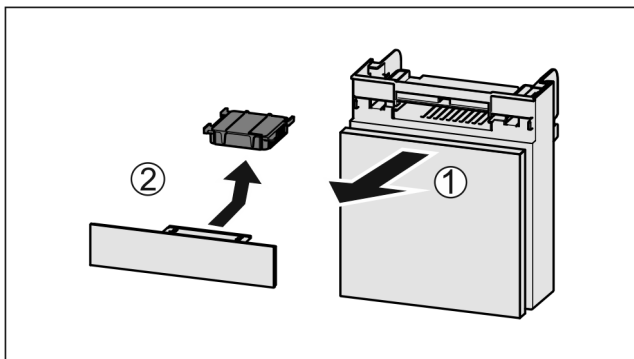

Fig. 97
- ▶ 向前拉出 Fig. 97 (1) 抽屉。
- ▶ 取出 Fig. 97 (2) 活性炭过滤器。